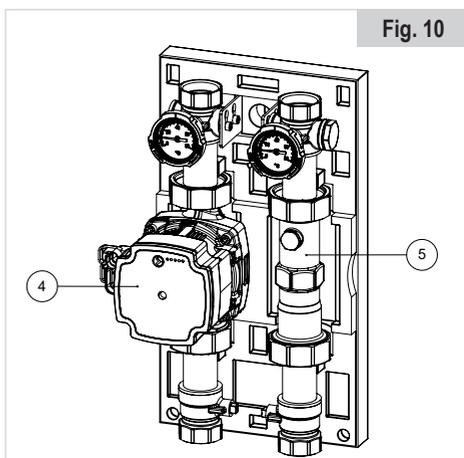

Fig. 10
- Invertire la posizione del circolatore (4) e del tubo di collegamento (5) facendo attenzione alla direzione del flusso indicata dalla freccia posta sul corpo del circolatore e alla direzione della valvola di ritegno presente all'interno del tubo di collegamento (vedi Fig. 10).